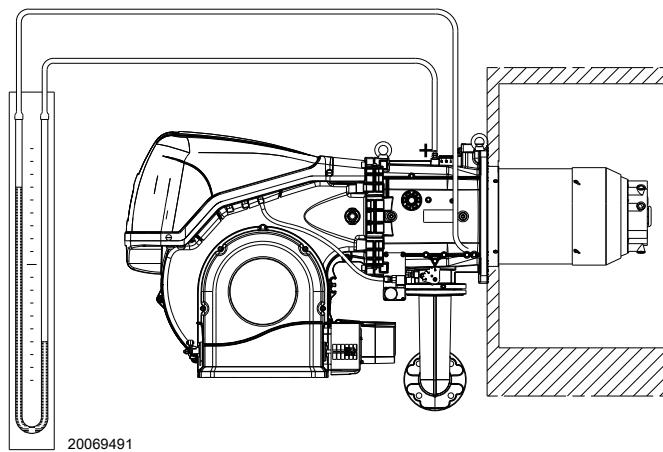

图 29
- 安装一个 U 型压力计或差压压力计 (图 29)，插座的 (+) 端为管路接口的燃气压力，(-) 端在炉膛内